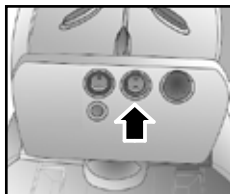

Fig. 7
Den Schalter zum Einschalten des Bügeleisens (B) drücken (Fig. 7). Den Temperaturregler (G) auf die gewünschte Temperatur einstellen.